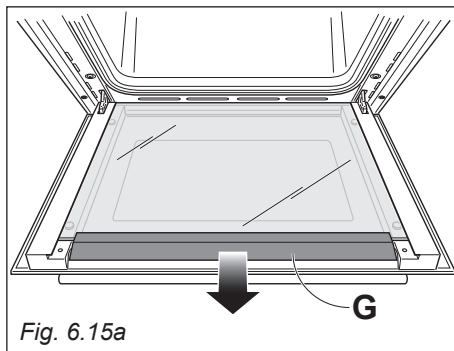

Fig. 6.15a
- **Solo per alcuni modelli:** Sfilare delicatamente il profilo superiore "G" della porta (fig. 6.15a).